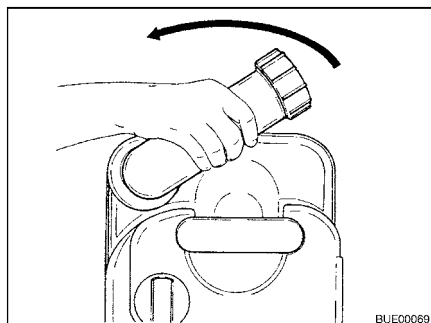

Bild 279 Vrid tömningsröret
- Vrid tömningsröret uppåt (Bild 279).